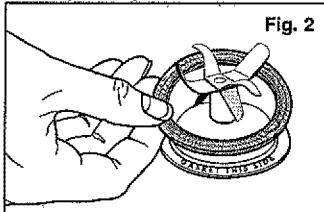

Fig. 2
2. Gire el tarro del mezclador al revés. Coloque la junta en el montaje de aspa (Fig.2).